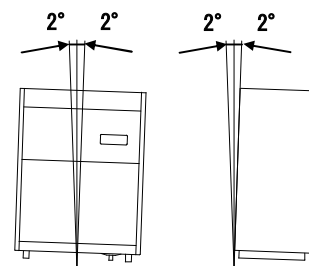

図 1
- ・ 前後、左右とも傾き ( $\pm 2^\circ$  以下) がないように、水準器等で確認してください。(図 1)